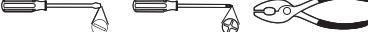

Fig. 1
4. Replace keeper in door frame and adjust up or down to properly accept projecting hook and anti-lift bar from inside handle. (See cross section illus.) See fig. 1 for cover (angle bracket) installation.
4. Reemplace a guarda en el marco de puerta y ajuste arriba o hacia abajo aceptar apropiadamente proyecta de gancho y barra anti ascensor de dentro del asidero. (Vea illus de sección transversal.) Vea fig. 1 para la cubierta (paréntesis de ángulo) la instalación.
4. Remplacer le gardien dans le cadre de porte et ajuster en haut ou convenablement accepter projetant en bas la barre de crochet et anti-ascenseur de dans la poignée. (Illus de coupe transversale d'évêché.) Voir la fig. 1 pour la couverture (le caret) l'installation.